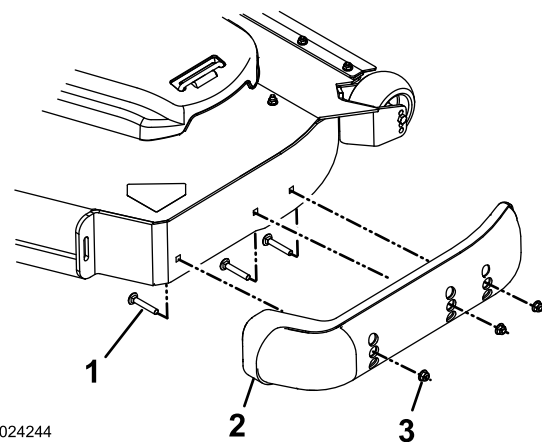

Figura 37
- Retire los pernos de cuello cuadrado y las tuercas de cada patín (Figura 37).